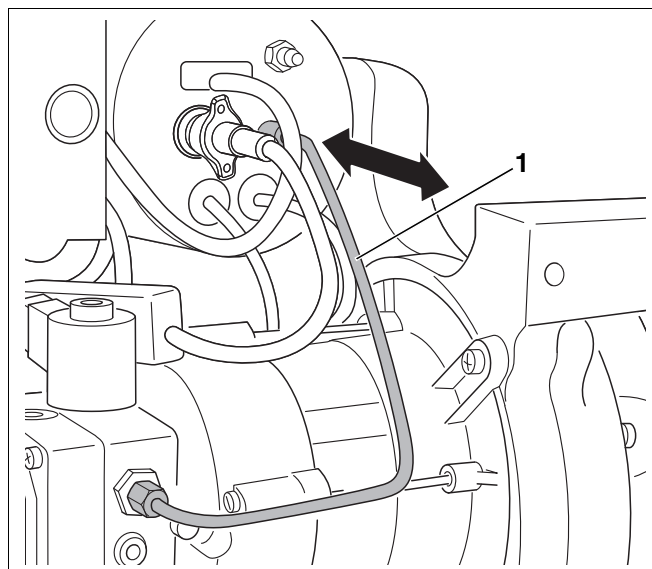

Abb. 54 Korrekten Sitz des Mischsystems prüfen
- Ölzuleitung (Abb. 54, **Pos. 1**) in der gezeigten Weise ca. 5 mm herausziehen und loslassen.